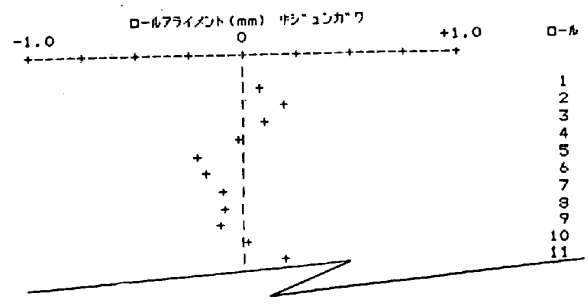

図4 ロールアライメント測定結果表示例
4. 測定結果 本装置により測定したロールアライメントの表示例を図4に示す。本装置の繰り返し測定精度は±0.04mmである。